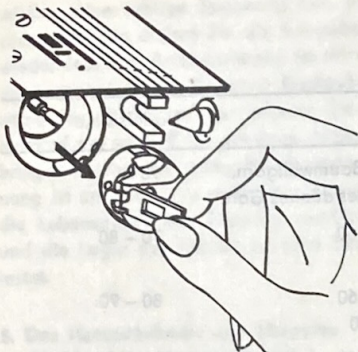

Abb. 8
9. Herausnehmen der Spulenkapsel (Abb. 8)
Man dreht das Handrad, bis der Fadenhebel den höchsten Punkt erreicht hat. Beim Modell 8014/4140 heben Sie den Deckschieber 15 ab, beim Modell 8014/40 wird der Deckschieber aufgezo-gen, und greifen mit der linken Hand so in die Aussparung, daß Sie mit Zeigefinger und Daumen die Klappe der Spulenkapsel herausziehen können (Abb. 8).